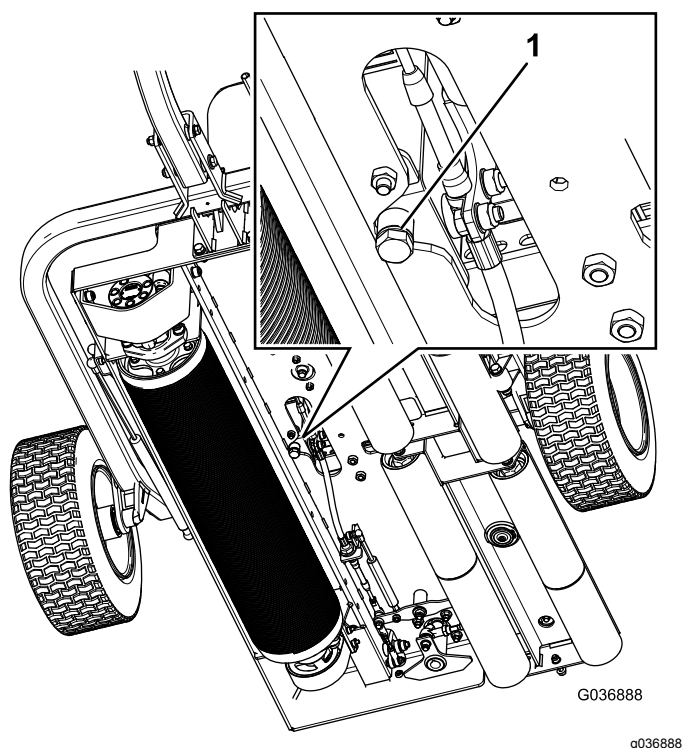

図 36
1. 機体下にある油圧オイルドレンプラグの下に廃油受けを置く (図 36)。
2. タンクの底にあるドレンプラグを抜いてオイルを抜く (図 36)。